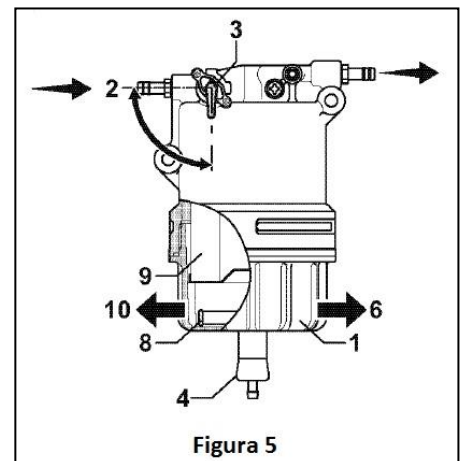

Figura 5
2. Cierre la válvula del combustible ([3] figura 5).
3. Abra la válvula de descarga (4) (figura 5) en la parte inferior del separador. Descargue el agua presente en el interior.
4. Gire el cárter ([1] figura 5) hacia la izquierda y desmóntelo. Si lo hubiera, desconecte el cable del sensor del cárter antes de quitar el cárter.
5. Quite el anillo flotante ([8] figura 5) del cárter. Vierta los contaminantes en el contenedor y elimínelos de manera apropiada.
7. Instale el elemento nuevo en el cuerpo ([9] figura 5).